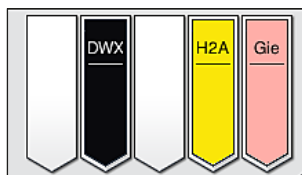

Fig. 87
- Une fois qu'un support de lames est passé par le cycle de coloration, il est transféré dans le tiroir de déchargement (→ "Fig. 19-4") ; puis déposé dans une position libre (→ "Fig. 87"). L'utilisateur en est informé par un message et un signal acoustique.